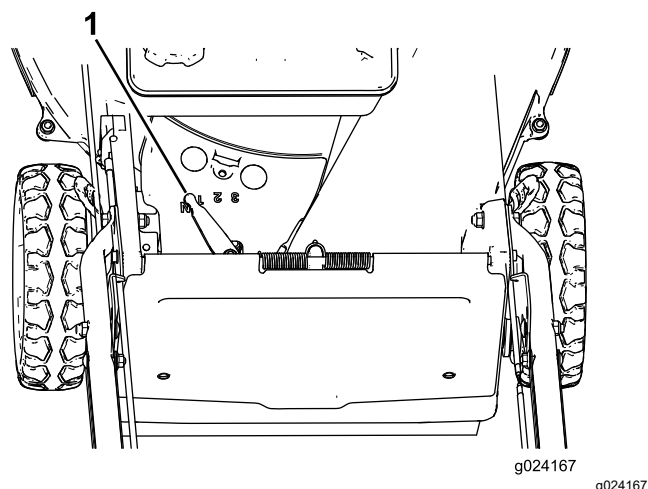

Figure 18
La machine dispose de 3 vitesses de déplacement : 1 (petite vitesse), 2 (vitesse moyenne) ou 3 (haute vitesse); elle comporte aussi une position point mort (N). Le levier de commande d'autopropulsion est situé sous et derrière le réservoir de carburant (Figure 18).